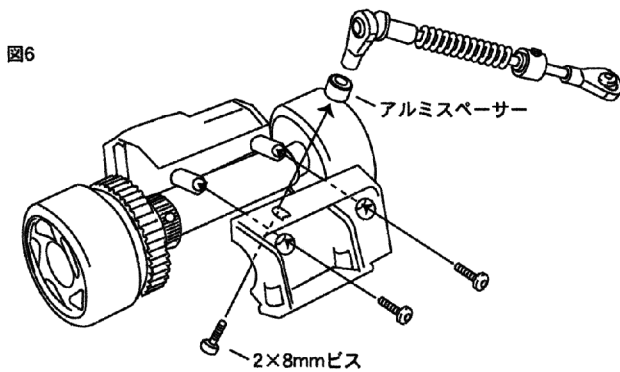

図6
- 3.スライドショックエンド側のロットエンドにアルミスペーサーをかませ、モーターマウントのフロントカバー上部に2x8mmビスで固定します。(図6)